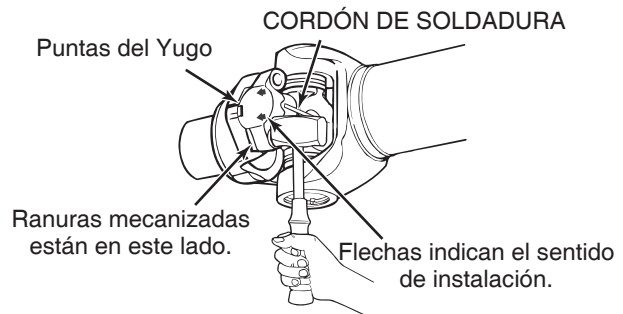

Figura 4.42
2. Si es necesario, golpee la junta universal con un martillo de bronce o cobre para asegurarse que el asentamiento es completo. Figura 4.42.